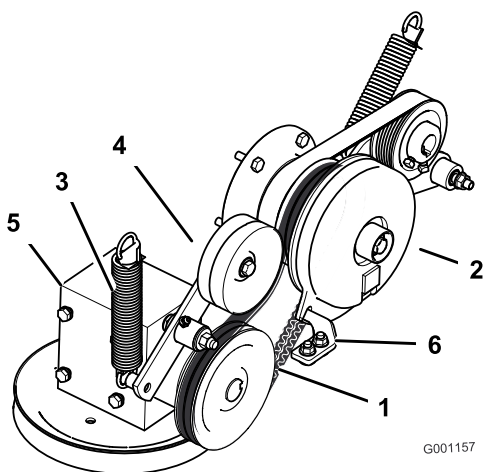

Figure 54
4. Décrochez le ressort du bras de la poulie de tension (Figure 54).
7. Montez la nouvelle courroie d'entraînement de PDF autour de la poulie d'embrayage et de la poulie du boîtier d'engrenages (Figure 54).
9. Raccrochez le ressort au bras de la poulie de tension (Figure 54).